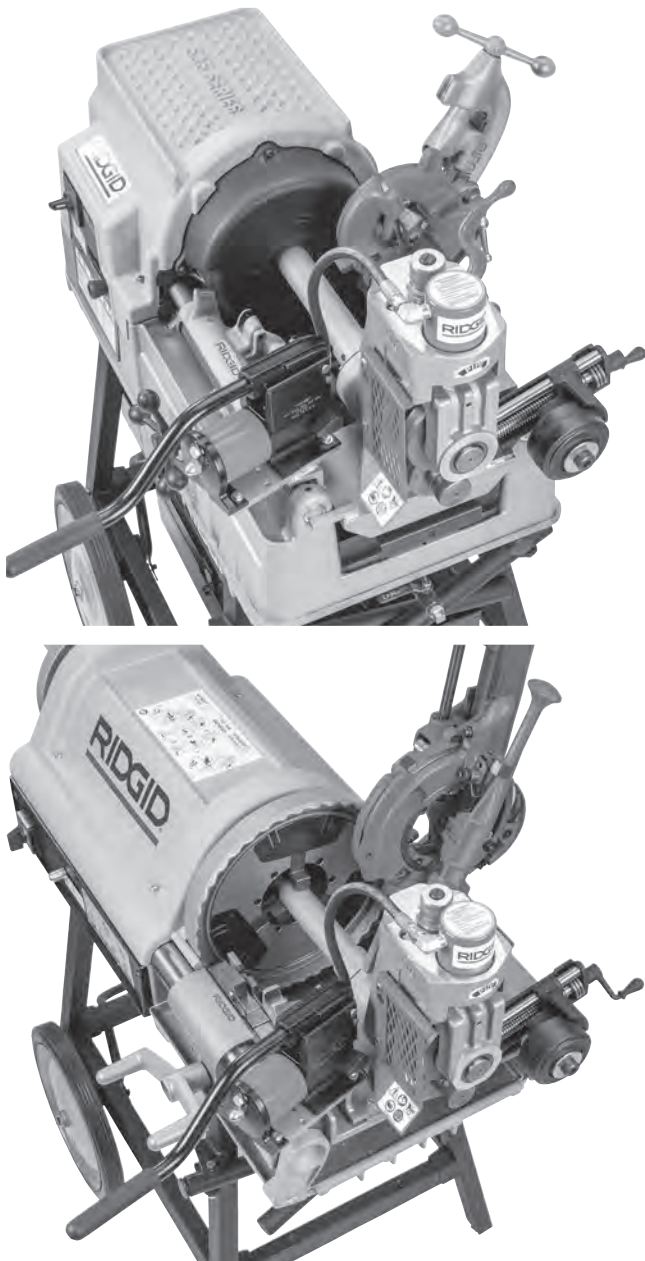

Abbildung 10 - 918 an 535A und 1224 installiert
5. Wenn das 918 am Ende der Gewindeschneidmaschine positioniert ist, ziehen Sie das vordere Spannfutter der Maschine an der Antriebsstange fest. Siehe Abbildung 10.